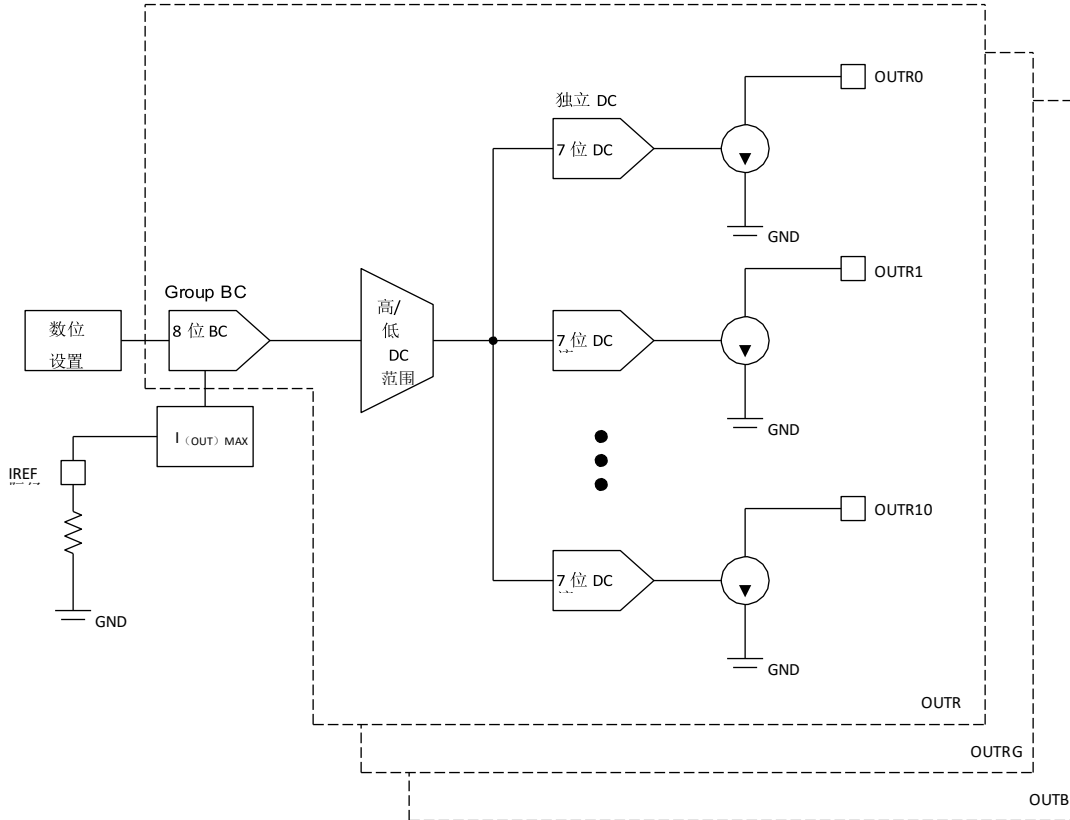

图 21. 亮度控制和点校正框图
HT1388 器件实现了 8 位组亮度控制 (BC) 和 7 位单个点校正 (DC) 来校准输出电流。33 个输出通道分为三组: OUTRn、OUTGn 和 OUTBn。每组包含 11 个输出通道。每个组的 DC 值有两个可配置范围。一个是低直流范围,输出电流为 0 至 66.7% I(OUT)最大值。另一个是高直流范围,输出电流从 33.3% I(OUT)最大值 到 100% I(OUT)最大值。IREF 电阻、BC、DC 和 DC 范围共同决定通道输出电流,如图 21 所示。等式 2 和等式 3 是详细的输出电流计算公式。